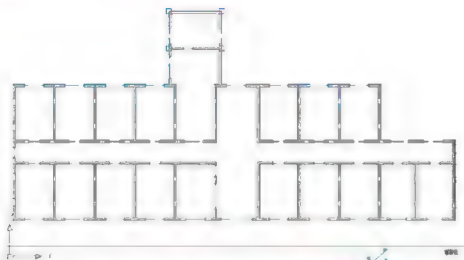

图 3.37 关闭【门窗】图层和【室内】图层
- ③ 按 Esc 键取消夹点。
- ④ 打开【轴线】图层, 将【门窗】、【楼梯】和【室外】图层关闭, 如图 3.37 所示。